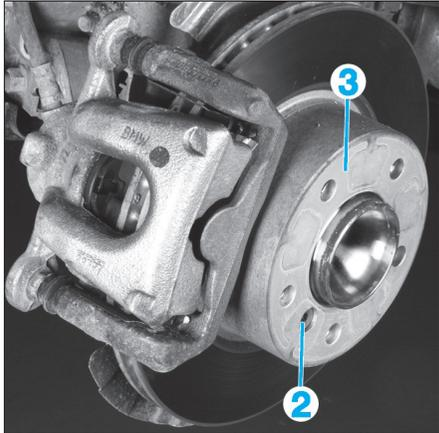

Fig. 8
- Déposer la vis (2) et enlever le disque de frein (3) (Fig.8).
- Déposer la vis (3) et enlever le disque de frein (4) (Fig.8).